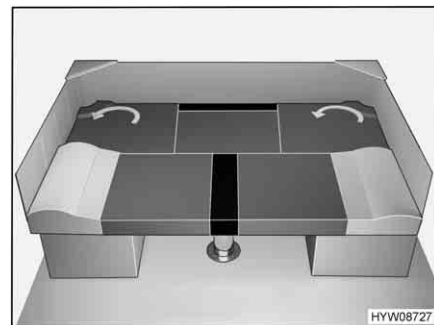

Fig. 63 Dopo la trasformazione
- Sistemare il cuscino del sedile e dello schienale come illustrato nella Fig. 63.